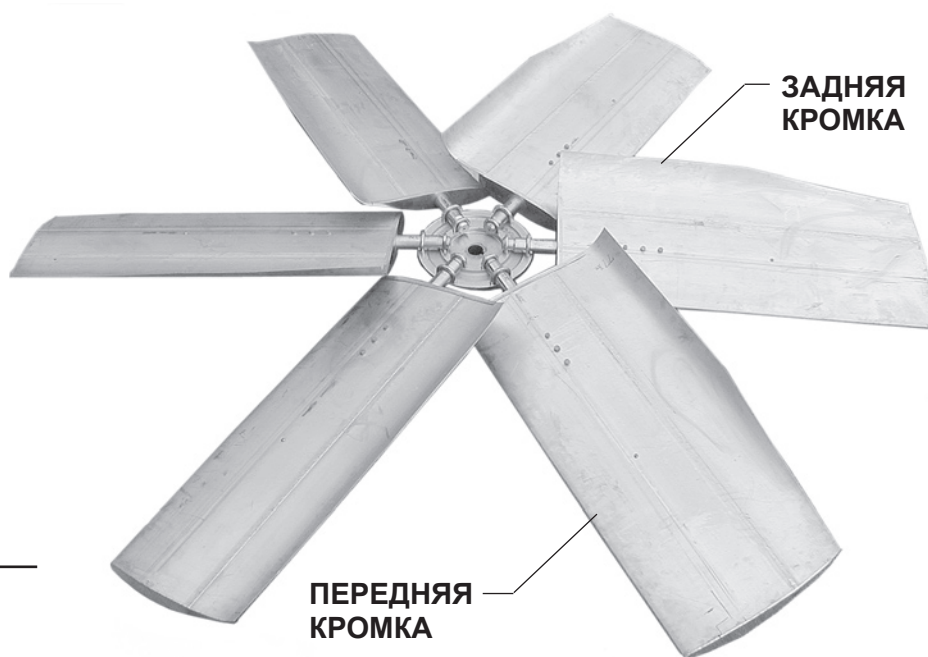

Рис. 2.
- 3—Установите лопасть **2** в гнездо на ступице. На вентиляторах, у которых лопасти перекрываются на ступице, необходимо обеспечить, чтобы передняя кромка лопасти находилась под задней кромкой передней лопасти. См. **рис. 2**.